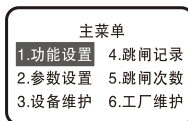

图10
### 10.2.1 主菜单如图10所示。
11.2.1 主菜单如图10所示。